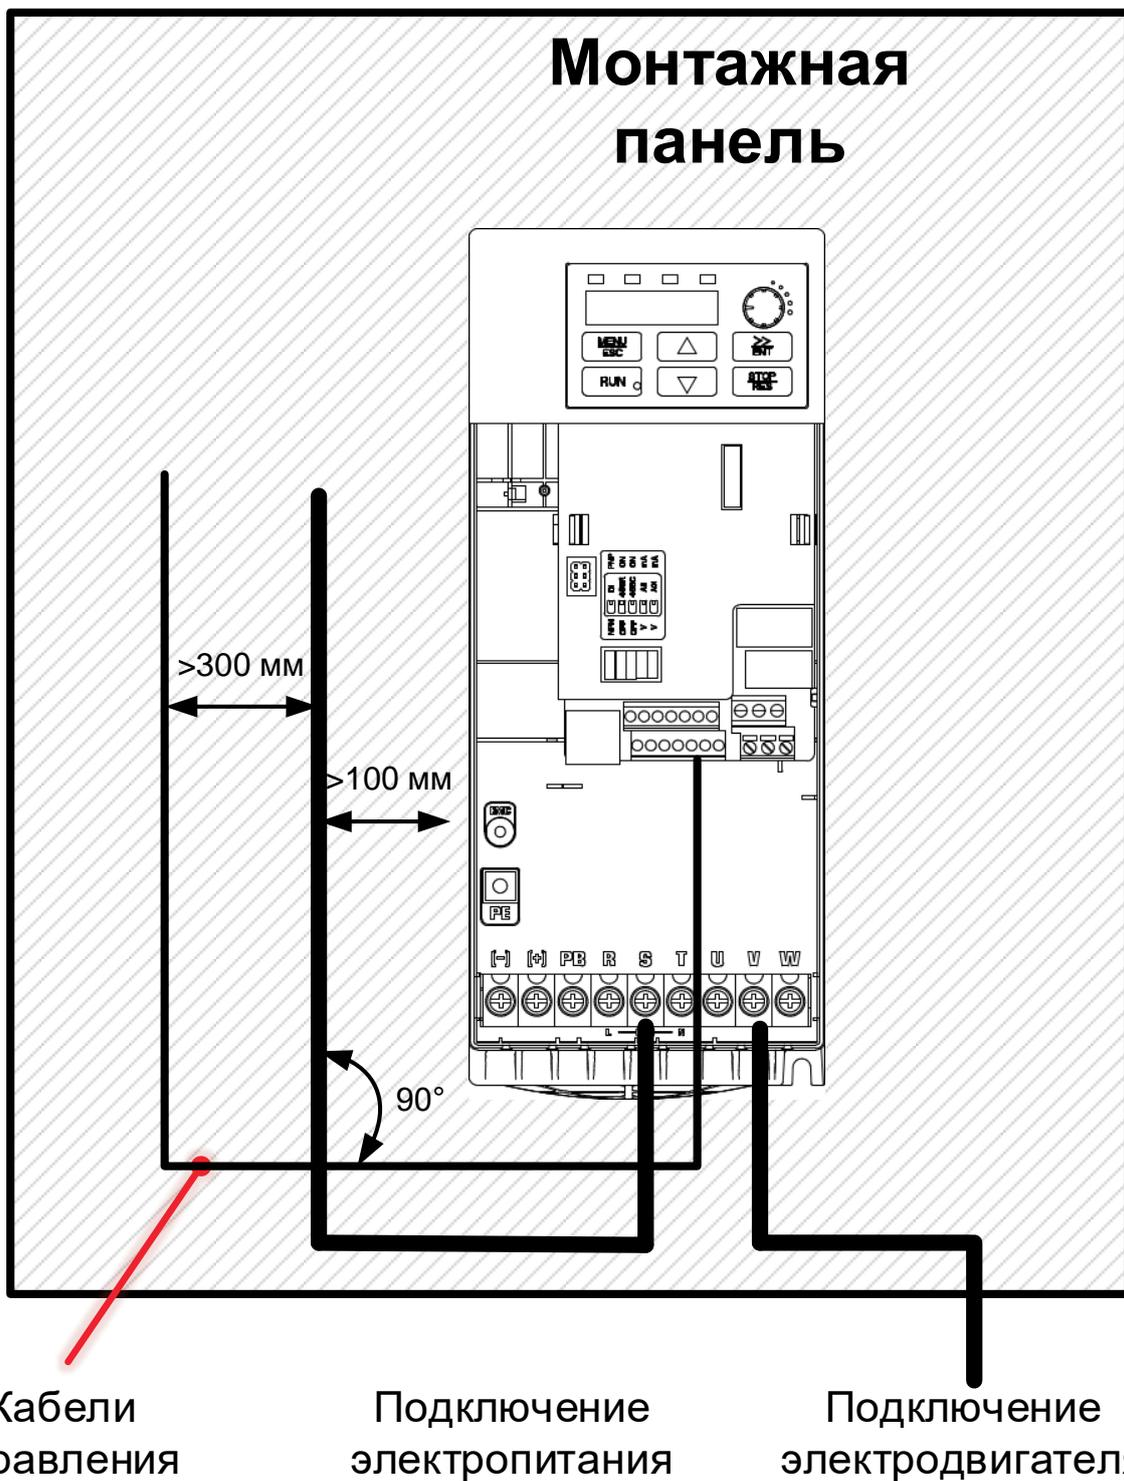

Рисунок 4-3 Схема прокладки силовых и сигнальных кабелей
- Кабели управления по возможности должны прокладываться в отдельном металлическом коробе или на расстоянии не менее 300 мм от силовых кабелей (Рисунок 4-3);